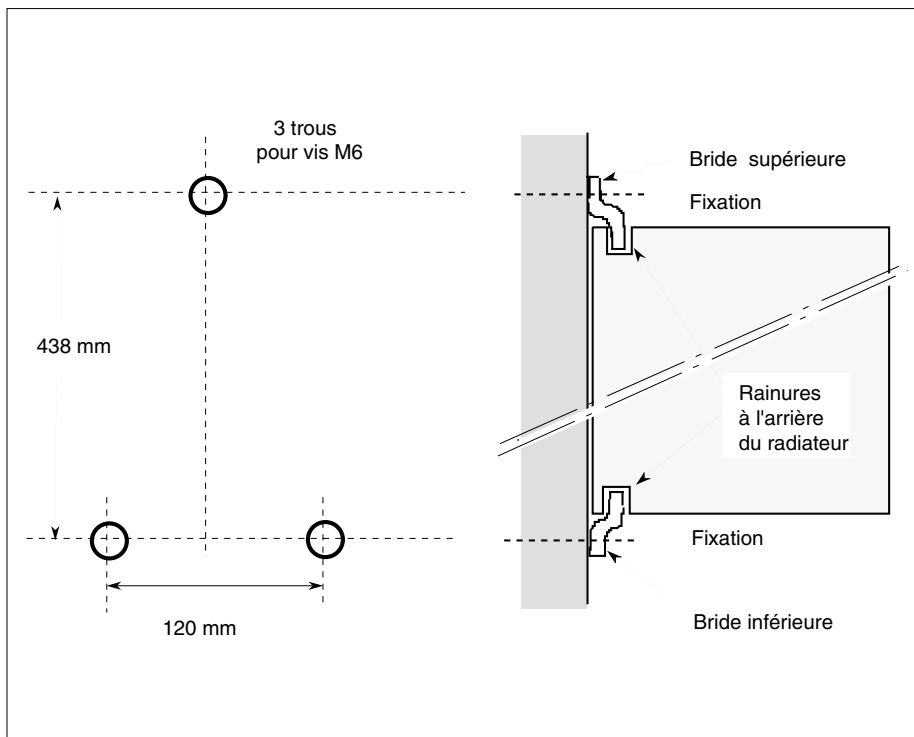

Figure 2-3 Cotes de perçage et fixation du gradateur TU1450. Montage en fond d'armoire
- Fixer les deux brides sur le panneau par les vis **M6** en respectant les cotes de perçage données (figure 2-3). La bride inférieure doit être fixée à ses deux extrémités. La bride supérieure se fixe par une vis centrale à travers le trou oblong.